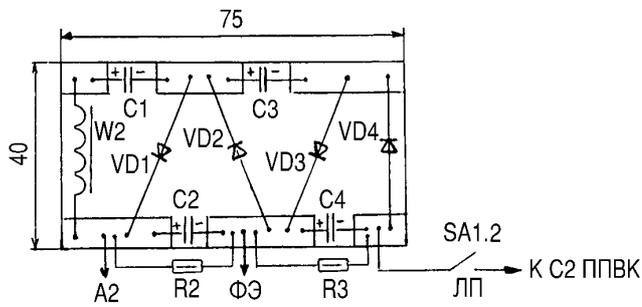

рис. 2
**Конструкция и детали.** Схема прибора размещена на печатной плате из одностороннего фольгированного стеклотекстолита (рис.2).